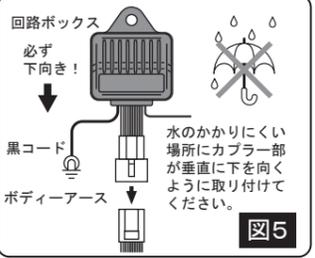

図5
②リード線の引き出し口が下を向くよう取り付けしてください。(図5参照)
③回路ボックスのカプラーに専用ハーネスのカプラーを接続してください。
④回路ボックスから出ている黒コードをボディーアースしてください。